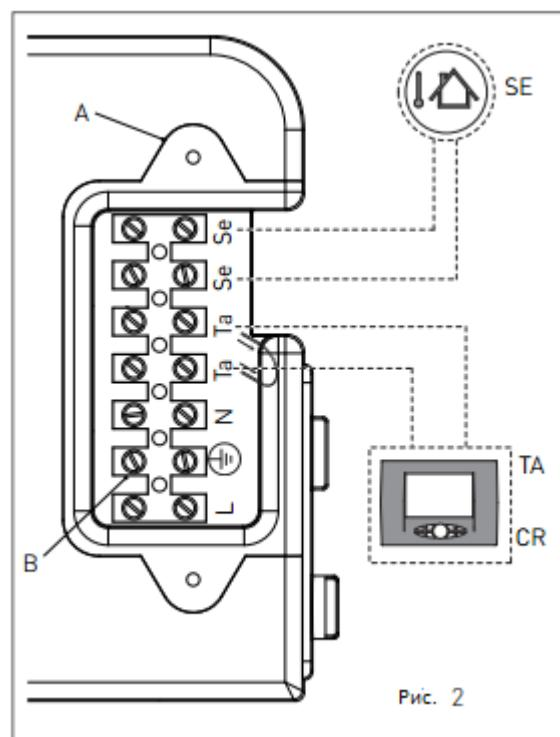

Рис. 2
- Ослабьте два винта и снимите панель А (см. рис. 2).
- После этого подсоедините кабели к клеммной коробке В (см. рис. 2):
- > Вставьте зонд газоанализатора во вход с маркировкой PF (рис. 1). Убедитесь, что значение CO₂ соответствует требованиям, указанным в гл. «Технические характеристики». Если это не так, открутите защитный винт A (рис. 2). При помощи шестигранного ключа на 4 мм вращайте винт «2» (рис. 2) для настройки смещения. Чтобы увеличить концентрацию CO₂, поверните винт по часовой стрелке; чтобы снизить ее, поверните винт в обратную сторону.
- > После выполнения регулировки затяните защитный винт A (рис. 2) на регуляторе.
- > Убедитесь, что значение CO₂ соответствует требованиям, указанным в гл. «Технические характеристики». Если это не так, отрегулируйте концентрацию при помощи винта 1 (рис. 2) регулятора. Чтобы увеличить концентрацию CO₂, поверните винт против часовой стрелки;
- > После каждого проворота винта 1 (рис. 2) на регуляторе подождите ок. 30 секунд для стабилизации горения.